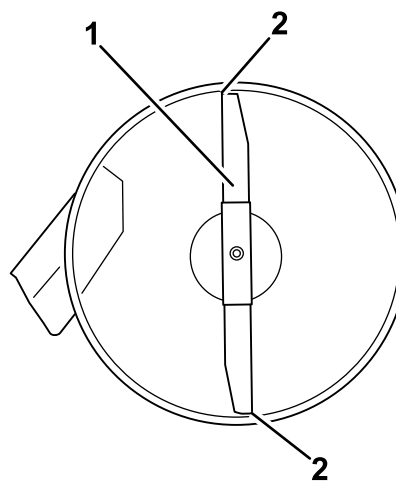

Figura 53
4. Rode cuidadosamente as lâminas para que estejam da frente para trás (Figura 53).
5. Meça da ponta da lâmina da frente até à superfície plana e da ponta da lâmina de trás até à superfície plana (Figura 53). Se a parte da frente da lâmina não estiver 1,6–7,9 mm mais baixa do que a ponta da lâmina de trás, ajuste a porca de bloqueio da frente.
8. Após o ajuste, volte a verificar a inclinação da frente para trás. Continue a ajustar a porca até que a ponta da lâmina da frente esteja 1,6-7,9 mm mais baixa que a ponta da lâmina traseira (Figura 53).